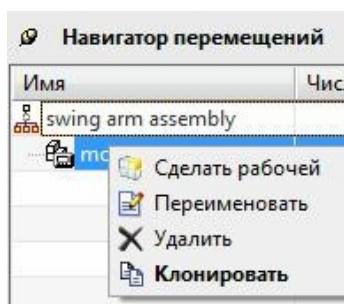

рис.75
•Следующим шагом вы должны установить курсор на строку **motion_1**, вызвать контекстное меню (рис.75), и в нем выбрать команду **Сделать рабочей**.